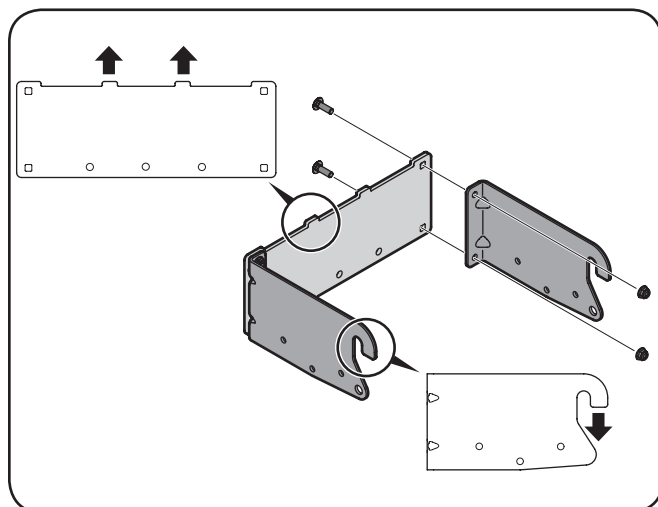
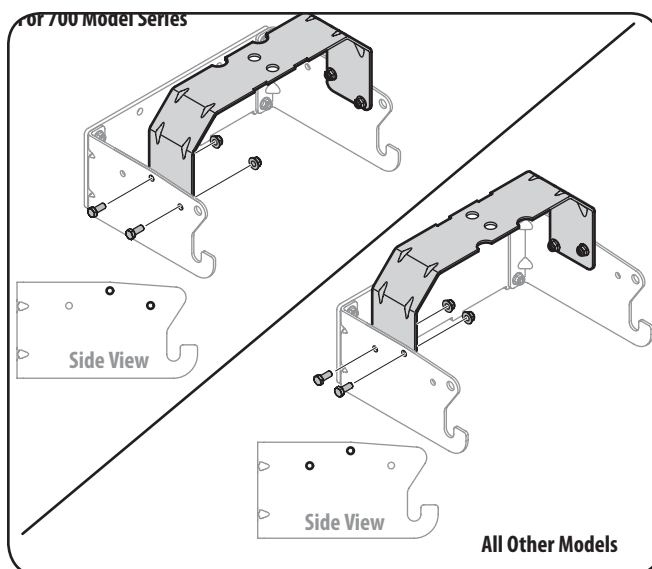

Figure 4-3
Figure 4-4
1. Joindre la main droite et main gauche cavalier support d'attelage à l'universel support de fixation arrière à l'aide des quatre boulons de transport (710-0276) et bride écrous (712-04063) compressés avec le support de montage. Position les crochets avec des crochets sur le côté droit et gauche coureur attelage support pointant vers le bas, et les onglets sur la fixation arrière universel support pointant vers le haut. Voir Fig. 4-3.
2. Flip sur l'assemblage et du montage de l'attelage support de montage à l'assemblée l'aide de quatre boulons 710-3008 hexagone 712-04063 bride et écrous de matériel pack 689-00087. Voir Fig. 4-4 pour la bonne orientation.
2. Insérez l'extrémité entaillée du support de fixation vertical dans l'assemblage du support de sac, comme à la figure 4-3, et la fixez avec un boulon de carrosserie 5/16-18 et un contre-écrou d'épaulement 5/16-18. Consultez la figure 4-4.